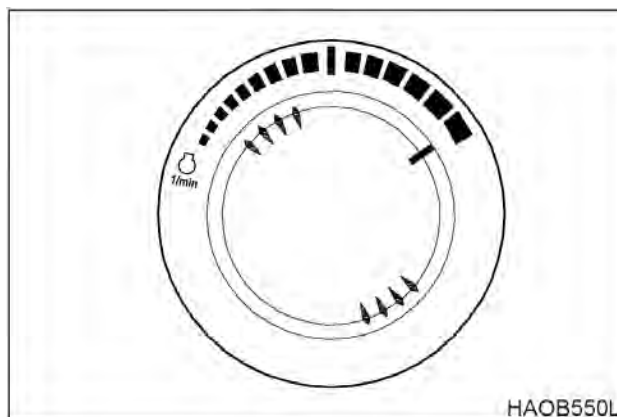

Рис. 21
5. Установить скорость двигателя на диске в положение "высокие обороты холостого хода" HIGH IDLE (рис. 21).